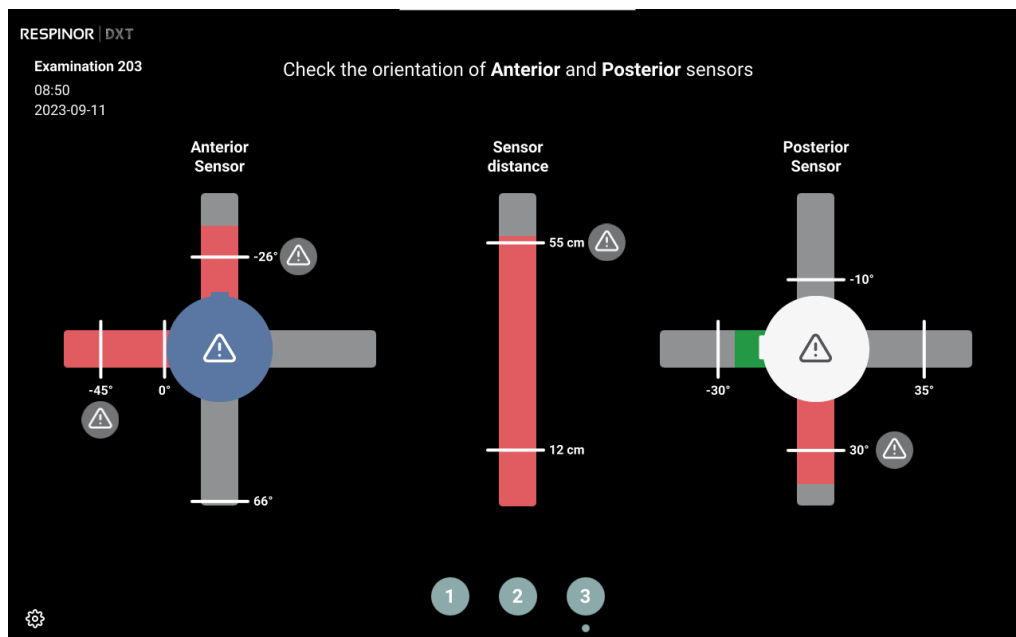

Figura 8. Ejemplo de orientación incorrecta del sensor y distancia incorrecta del sensor.
- Posicionamiento incorrecto del sensor: si la orientación del sensor está fuera del rango aceptable, el eje asociado se vuelve rojo y aparece un símbolo de advertencia (⚠) (Figura 8). No puede continuar hasta que el problema se haya resuelto correctamente.
- **Ejemplo de colocación incorrecta del sensor en la Figura 8**